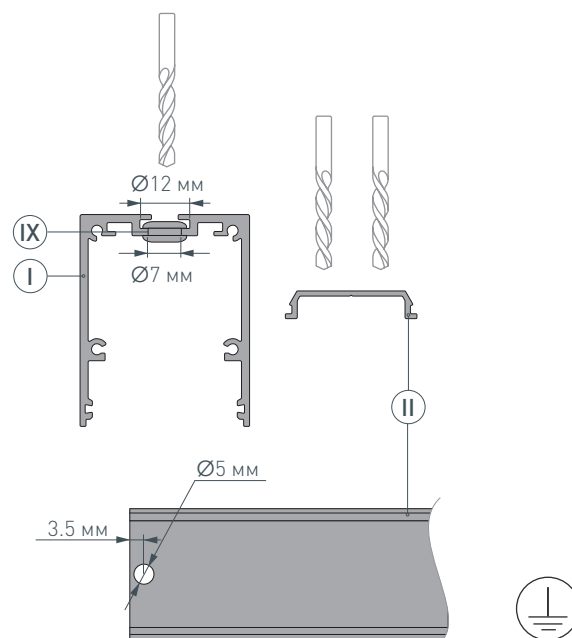

Рис. 1. Подготовка отверстия для вывода кабеля на основании для светодиодной ленты **Ⓜ**. Вид сверху
- 1** / Просверлите два отверстия $\varnothing 12$ мм и $\varnothing 7$ мм в профиле **Ⓘ** для вывода сетевого кабеля, а также для установки клемм заземления профиля и блока питания. Затем просверлите отверстие $\varnothing 5$ мм в основании для ленты **Ⓜ** для вывода кабеля питания светодиодной ленты, как показано на рис. 1. **Установите клеммы заземления профиля и блока питания.** Установите в профиле **Ⓘ**, в отверстия для сетевого кабеля силиконовую муфту **Ⓥ**.